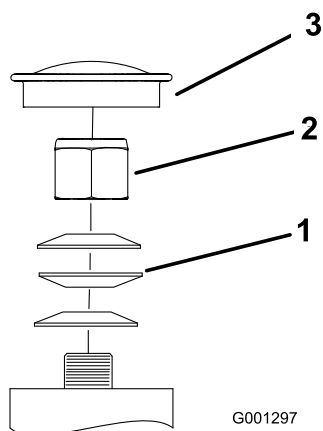

Figure 54
3. Retirez le capuchon antipoussière de la roue pivotante et serrez le contre-écrou (Figure 54).
4. Continuez de serrer le contre-écrou jusqu'à ce que les rondelles élastiques soient aplaties, puis desserrez-le de 1/4 de tour pour obtenir la précharge correcte des roulements (Figure 54).
Important: Veillez à placer les rondelles comme illustré (Figure 54).
5. Remettez le capuchon antipoussière en place (Figure 54).